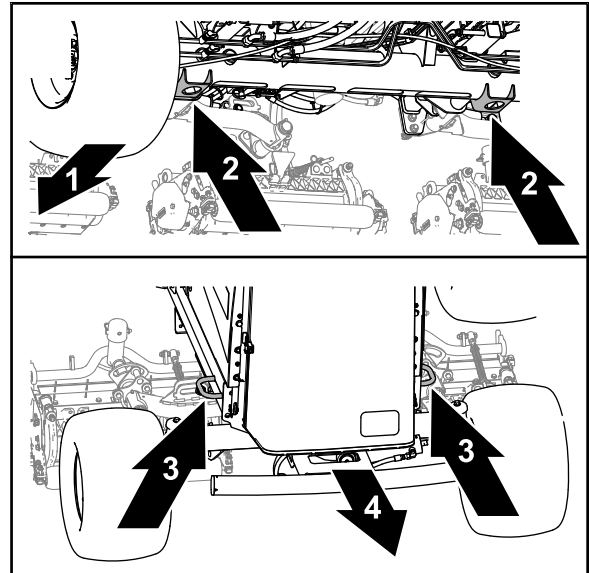

Figure 91
- Avant – trou dans les supports de cric du tube d'essieu avant (Figure 91).